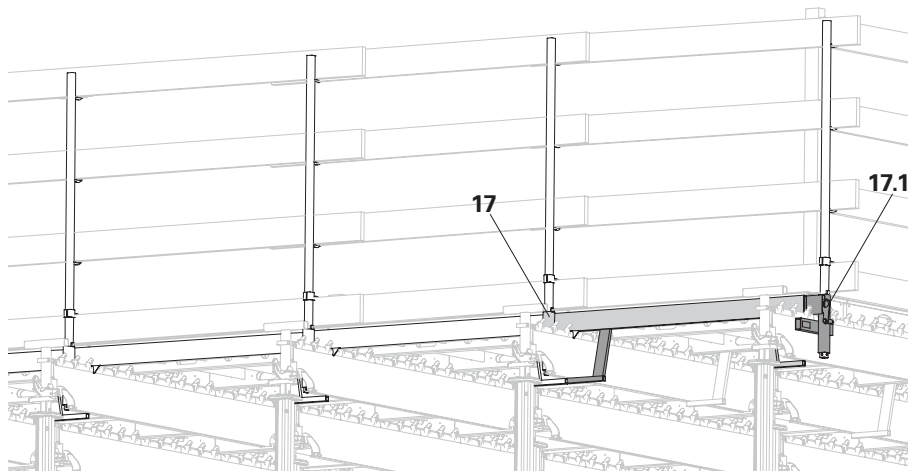
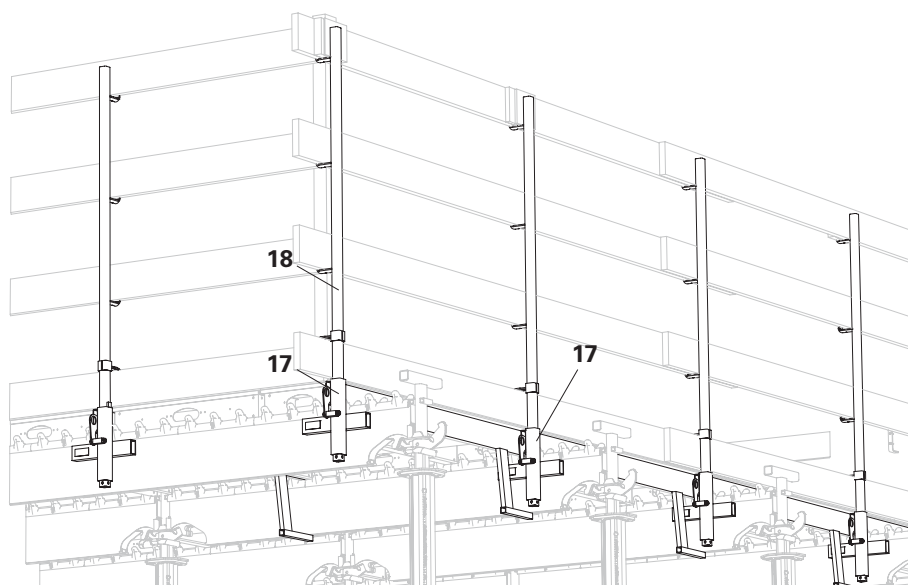

Fig. A8.09
Fig. A8.10
2. Montare tutti gli altri supporti parapetto (17) con il fermo rivolto verso destra. (Fig. A8.09) Nella prima campata, i fermi si sovrappongono.
3. Inserire il montante parapetto (18).
4. Posizionare le tavole del parapetto e inchiodarle. (Fig. A8.10)